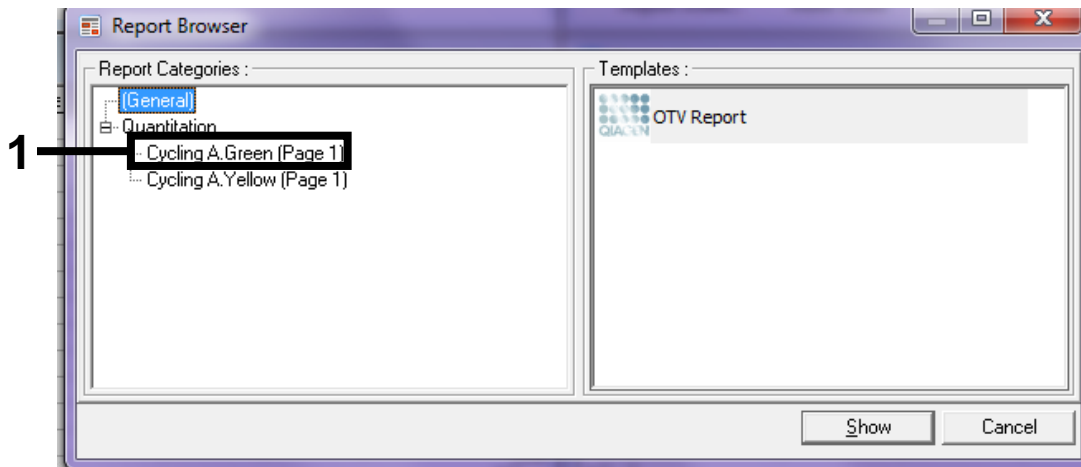

Ilustración 37. Explorador de informes (1 = Botón "Cycling A. Green (Page 1)" [Ciclado A. Verde (página 1)])
9. En el explorador de informes, haga clic en "Cycling A. Green (Page 1)" (Ciclado A. Verde [página 1]) en "Report Categories" (Categorías de informes) (ilustración 37).